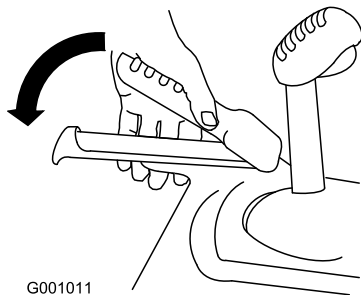

Bild 17
1. Drücken Sie zum Einkuppeln des Fahrantriebs den linken Hebel (Fahrtrieb) zum Handgriff (Bild 17).